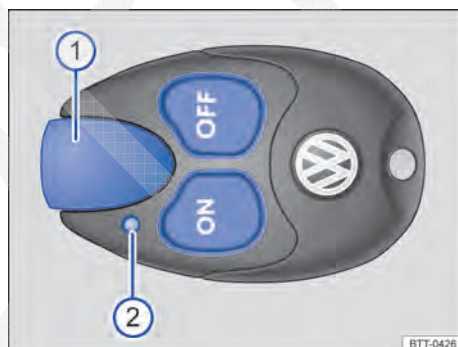

Fig. 186 Aquecimento estacionário: controle remoto. ►
- **Ligar:** pressionar o botão → Fig. 186 ou . Se a luz de controle ficar acesa por aproximadamente 2 segundos na cor verde, o aquecimento estacionário estará ligado.
A luz de controle → Fig. 186 fornece diferentes informações ao usuário, após pressionar o botão.
Um alcance ideal é obtido ao manter o controle remoto com a antena → Fig. 186 verticalmente para cima. Não cobrir a antena.